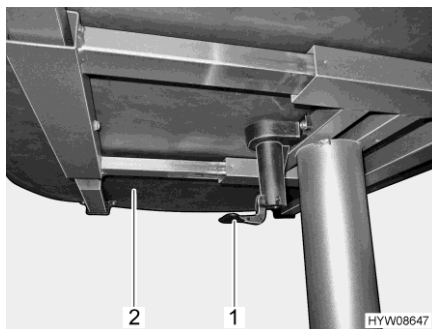

Fig. 55 Leva per spostare il piano del tavolo
- Tirare o spingere la leva (Fig. 55,1) verso il basso.
- Spingere il piano del tavolo (Fig. 55,2) nella posizione desiderata.